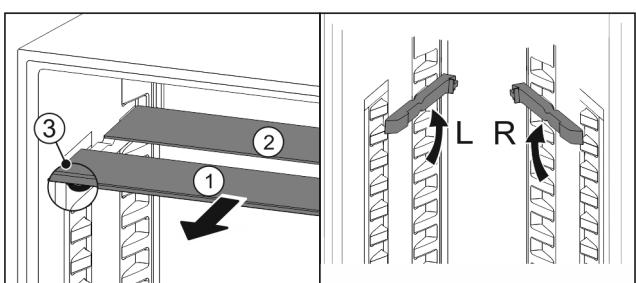

Fig. 20
- По одной извлеките Fig. 20 (1) стеклянные панели движением вперед.
- Стеклянная панель Fig. 20 (1) с декоративной планкой лежит спереди.
- Стопоры Fig. 20 (3) показывают вниз.